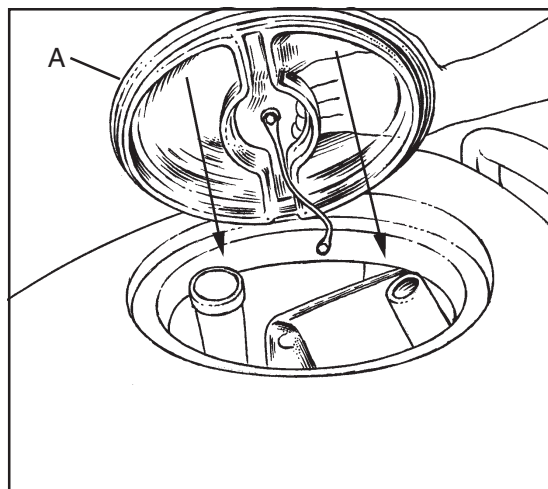

Figura 23
6. Compruebe que la tapa del depósito de recuperación está correctamente colocada. Ver figura 23, punto A.